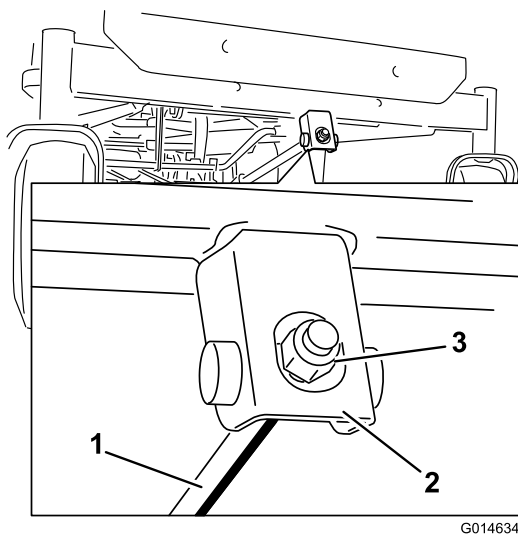

Figure 54
- Pour régler l'inclinaison avant/arrière des lames, tournez l'écrou de réglage à l'avant du tablier de coupe (Figure 54).